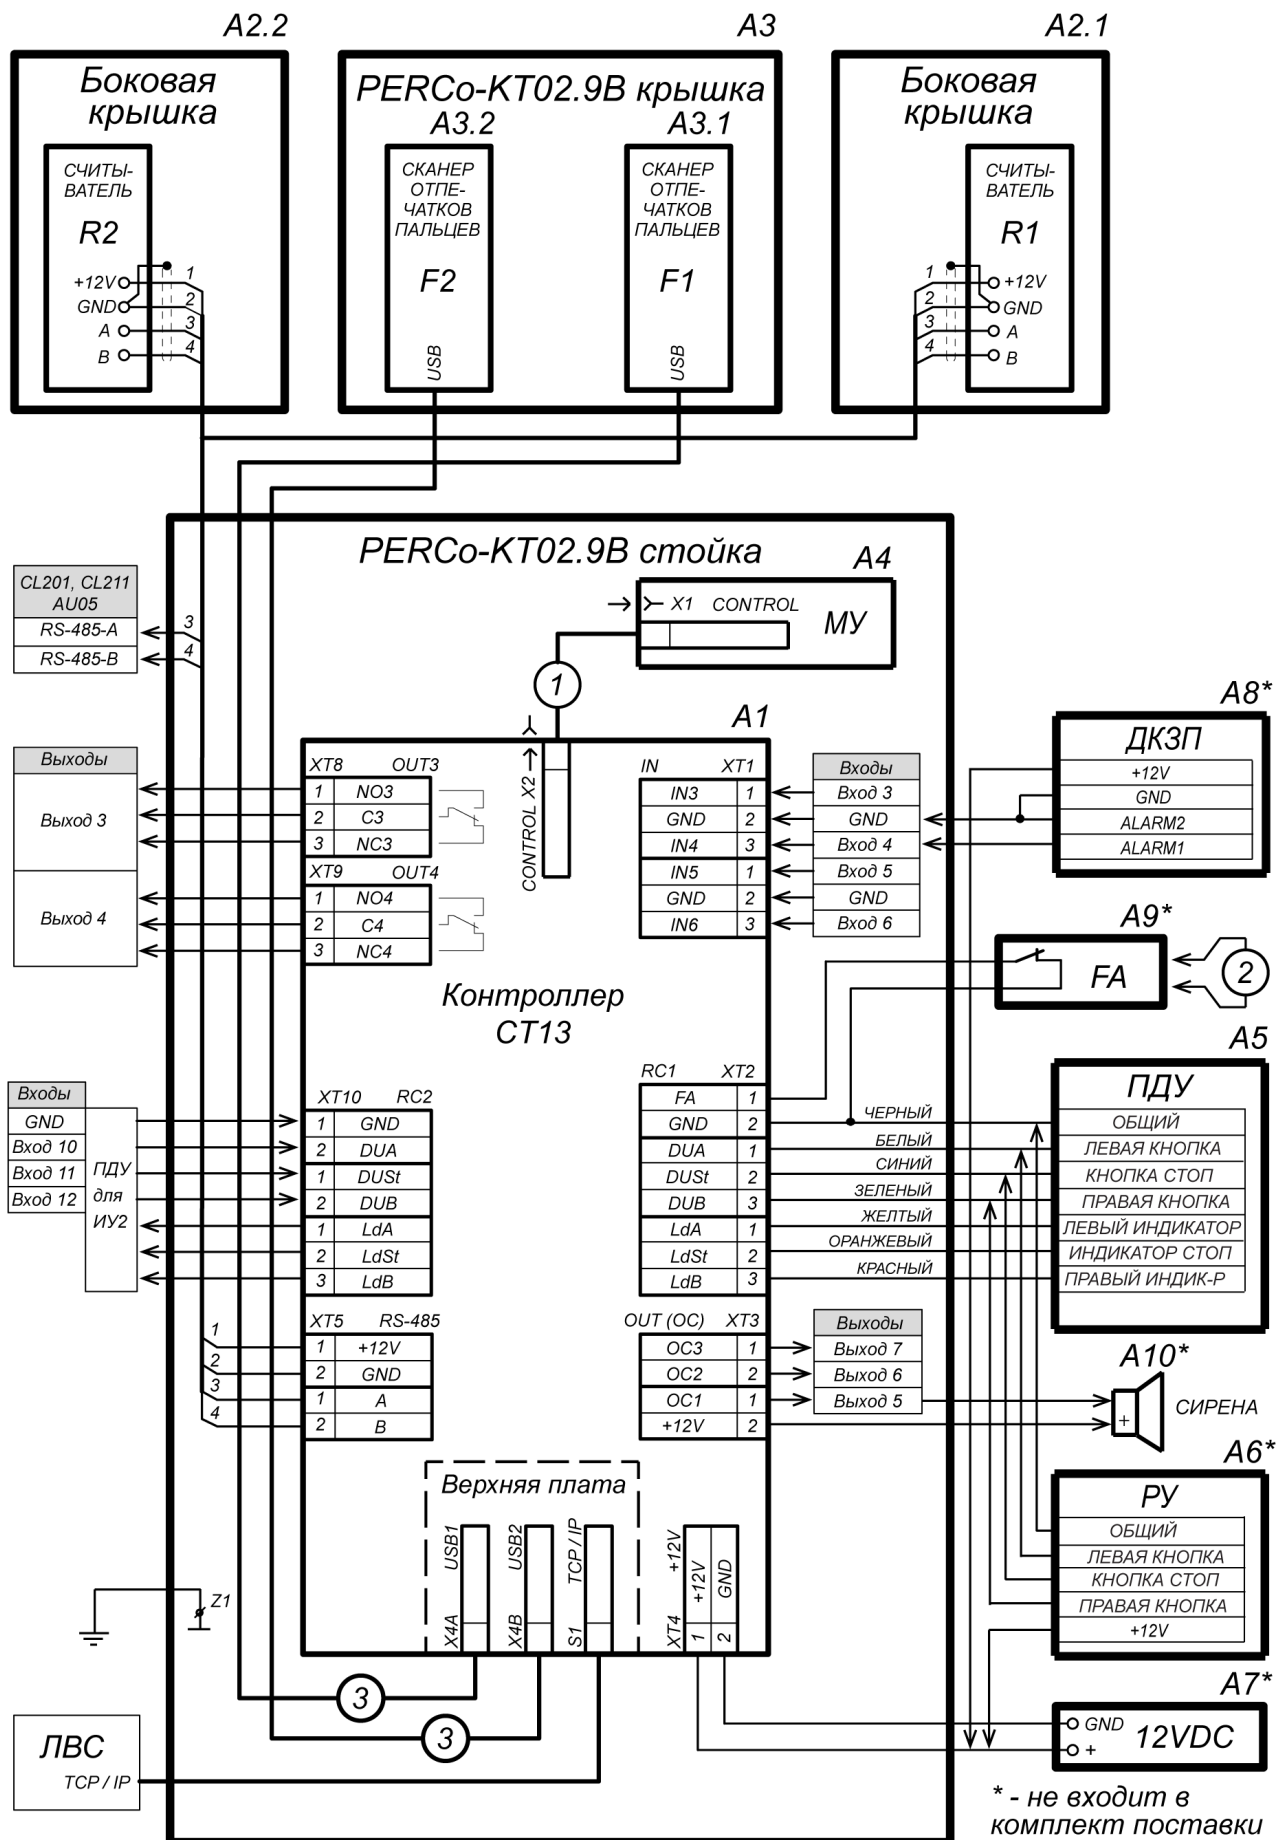

Рисунок 12. Общая схема подключения ЭП и дополнительного оборудования
Расположение клеммных колодок на нижней плате контроллера ЭП показано на рис. 7, назначение контактов клеммных колодок указано в табл. 2. Схема подключения приведена на рис. 12. Используемые при подключении типы кабелей указаны в табл. 5. При монтаже ЭП придерживайтесь следующей последовательности действий:
- позиционные обозначения A1-A4, X1, X2 и Z1 – указаны на схеме рис.12
11. Подключите кабель питания (10) к клеммной колодке **XT4** на нижней плате контроллера согласно схеме, приведенной на рис. 12.
12. Подключите кабель ПДУ (14) к клеммной колодке **XT2** согласно схеме, приведенной на рис. 12.
13. Подключите, при необходимости, кабели от других устройств к соответствующим разъемам встроенного контроллера ЭП в соответствии с общей схемой, приведенной на рис. 12, а также частными схемами для различных видов устройств, представленными на рис. 15 - 22.